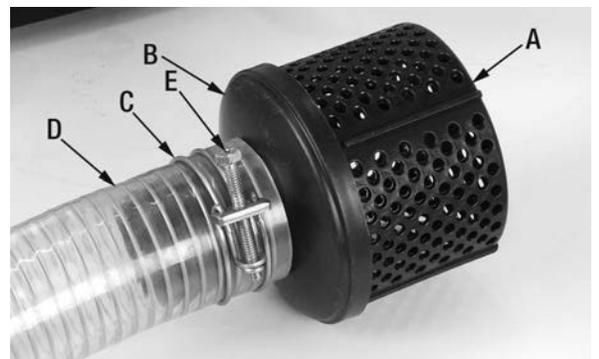

Figure 8
- 2) Si vous avez acheté un boyau renforcé sans filets de 2" NPT, fixez-le à l'adaptateur pour boyau de la même façon qu'illustré à la Fig.8, voir les étapes suivantes.
- 1) Assemblez le panier passoir (A) Fig.8 à l'adaptateur (B) tel que montré.
- 2) Si vous utilisez un boyau de 2" NPT, il sera nécessaire de couper l'autre bout pour l'assembler à l'adaptateur. Placez l'attache boyau (C) par-dessus le bout du boyau d'entrée (D), ensuite glissez le boyau par-dessus l'adaptateur du panier passoir.
- 3) Une fois que le boyau est complètement par-dessus l'adaptateur, positionnez l'attache boyau au-dessus des nervures de l'adaptateur et serrez la vis (E) de l'attache boyau en utilisant un tournevis.